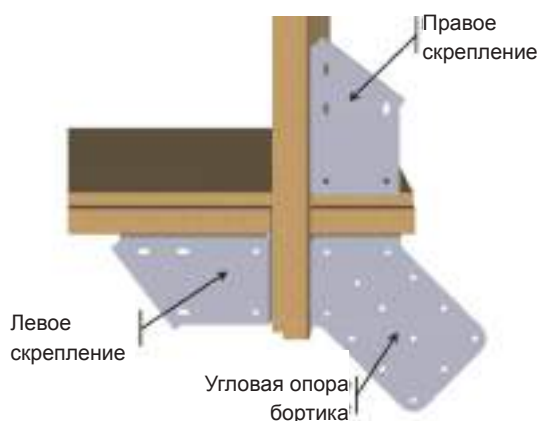

Рисунок 19 – Установка креплений поверх опорных стоек
- По углам установите четыре “правых” крепления и четыре “левых” крепления, а также четыре угловые опоры бортиков, как показано на **Рисунок 19**. Используйте 4 винта из нержавеющей стали 6 x 20 с шестигранной головкой А2 (пакет G) для каждого кронштейна и 6 винтов из нержавеющей стали 6 x 20 с шестигранной головкой А2 (пакет G) для каждого крепления; в общей сложности 64 винта.